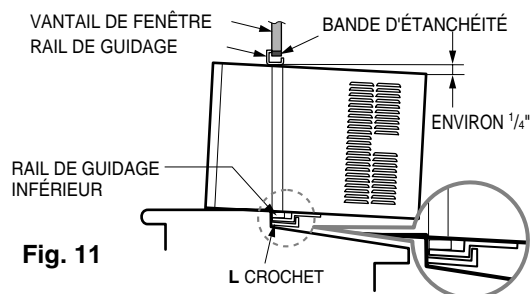

Fig. 11
- b. Tout en maintenant fermement l'appareil, abaissez entièrement le vantail à l'arrière du rail de guidage supérieur des volets d'étanchéité, tel qu'illustré à la Fig. 11.